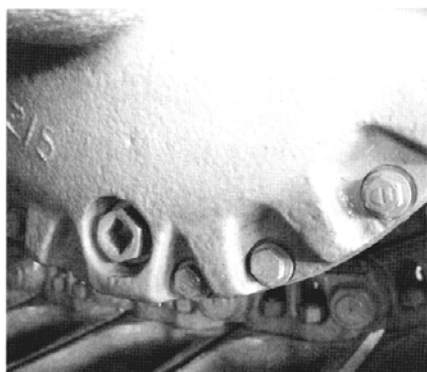

Рис. 6-14.
4. Картер главной передачи (Рис. 6-14~6.15)